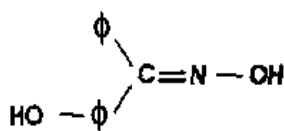

Figure 3 : Formule développée plane de l'hydroxybenzophénoxime.
L'étape d'extraction liquide-liquide consiste à extraire les cations cuivre (II) de la phase aqueuse par un solvant organique contenant de l'hydroxybenzophénoxime, composé dont la formule développée plane est donnée sur la **Figure 3 de l'Annexe 3**.